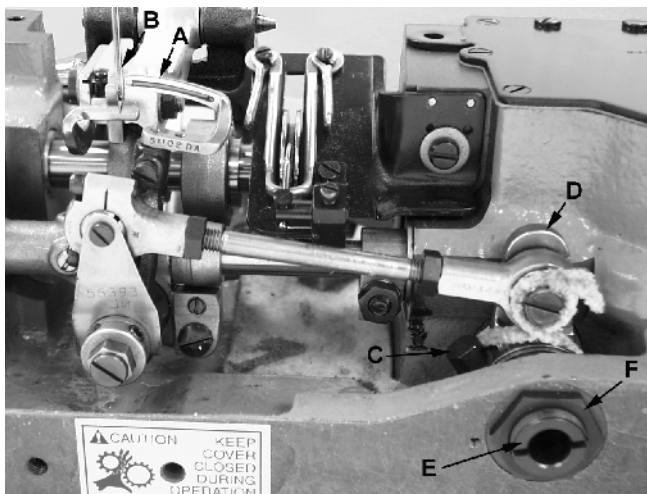
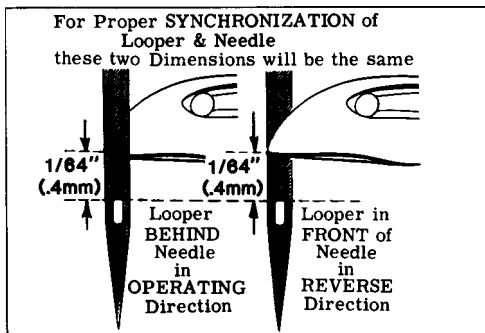
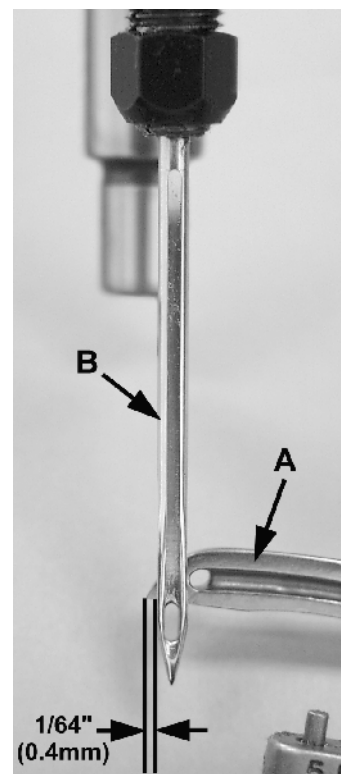

Fig 4
Fig 4A
Fig 8
Gire el volante en sentido de operación hasta que la punta del looper (A, Fig. 4), moviéndose hacia la izquierda, se encuentre al ras con el lado izquierdo de la aguja. Anote la distancia del ojo de la aguja en referencia a la punta del looper (vea Fig. 4A). Gire el volante en dirección reversa hasta que la punta del looper moviéndose otra vez hacia la izquierda se encuentre al ras con el lado izquierdo de la aguja (vea Fig. 4A). Si la distancia del ojo de la aguja a la punta del looper es la misma, los movimientos del looper y de la aguja están sincronizados – una variación de .005 pulgadas (.127 mm) es aceptable. Si la distancia desde el ojo de la aguja a la punta del looper es mayor cuando se gira el volante en sentido de la operación, hay que mover el eje de la palanca del accionamiento del looper suavemente hacia atrás. Moviendo el eje hacia delante tiene efecto contrario.
NOTA: La medida de 1/64 pulgadas (.4 mm) indicada en la Fig. 4 es para el ajuste definitivo de la altura de la barra de la aguja.
Suelte el tornillo (C, Fig. 4) en el eje (D) del accionamiento del looper. Tiene que fijar un perno con una rosca .146-40 o un tornillo UNION SPECIAL No. 22870 A en el eje del accionamiento del looper a través del centro del tornillo (E) para el ajuste del avance del looper. Dándole suaves golpes o halándolo se consigue la sincronización adecuada del eje. Apriete el tornillo (C) otra vez y remueva el perno o tornillo que utilizó para posicionar el eje.
Gire el volante hasta que la punta del looper se encuentre en la altura de la parte izquierda de la aguja. La altura de la barra de la aguja (A, Fig. 8) estará correcta cuando la parte superior del ojo de la aguja (B) se encuentre 1/64 de pulgada (.4 mm) debajo de la parte inferior del looper (vea Fig. 4). El ajuste se puede hacer soltando el tornillo (C, Fig. 8), moviendo la barra de la aguja (A) hacia arriba o hacia abajo como haga falta y apretando el tornillo otra vez.
La altura de la barra de la aguja (D, Fig. 8) es correctamente ajustada, si es posible de desmontar el pie prensa tela cuando la palanca del levantador del pie prensa tela, que esta ubicada en la parte trasera de la máquina y sobresale la tapa superior de la cámara del eje principal esté completamente activada (halada hacia la derecha). Debería existir una distancia de aproximadamente 1/16 de pulgadas (1,6 mm) entre la superficie inferior de la conexión de la barra de la aguja y la guía (E) contra la apertura en la carcasa cuando se suelte la palanca del levantador de prensa tela y el pie prensa tela reposa planamente en la placa de la aguja con los dientes de arrastre en su posición inferior.